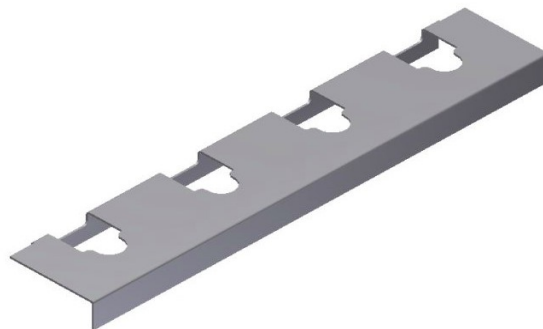

图4 支架底座的示例
5. 膜组件应放置在有缺口的支架上,缺口尺寸可以让进水适配器伸入,图 4 是底座的示例。膜组件应该在其底部端盖的中心位置有支撑,至少要用一个绑带把膜组件固定在支架上。